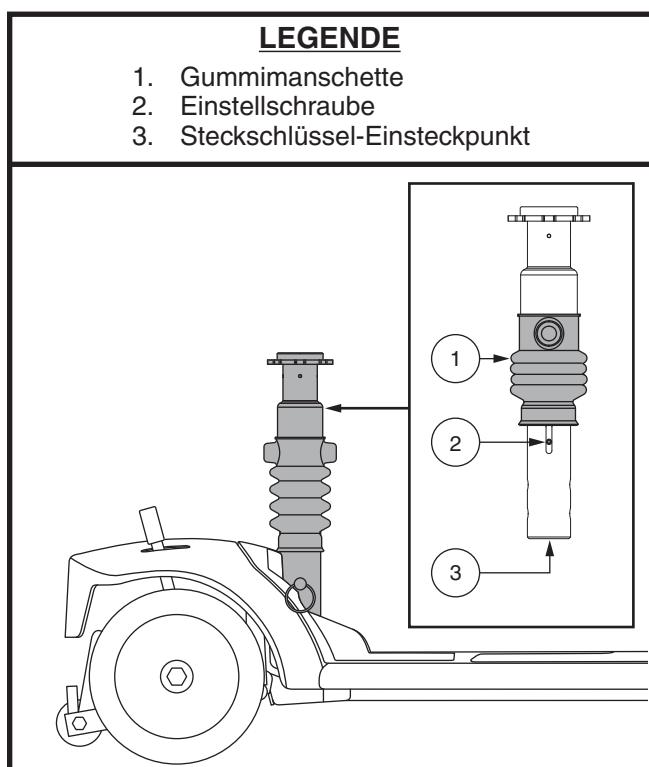

Abb. 26. Einstellen der Sitzfederung
Die Sitzstütze dient als Stoßdämpfer und kann für verschiedene Fahrkomfortstufen angepasst werden. Als Orientierungshilfe beim Einstellen dienen die Einstellschrauben, die durch das Einstellfenster an der Seite der Stütze sichtbar sind. Schieben Sie die Gummimanschette zum oberen Ende der Stütze, so dass die Einstellschrauben nicht verdeckt werden. **Siehe Abb. 26.**
3. Stecken Sie einen 13-mm-Steckschlüssel mit Verlängerung in die Unterseite der Stütze. **Siehe Abb. 26.**